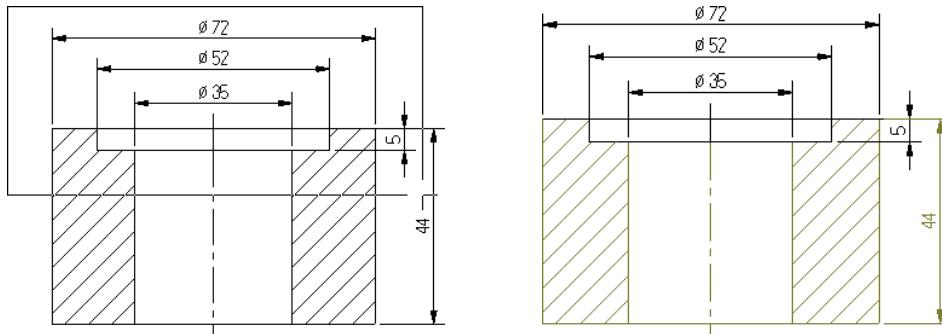

图 2-54 范围外选取图素
- 范围外：选中在窗口外的图素和与窗口边线相交的图素。如图 2-54 所示，通过按住鼠标左键，再拖动鼠标，绘制出矩形选取窗口，窗口外的图素都将被选中。